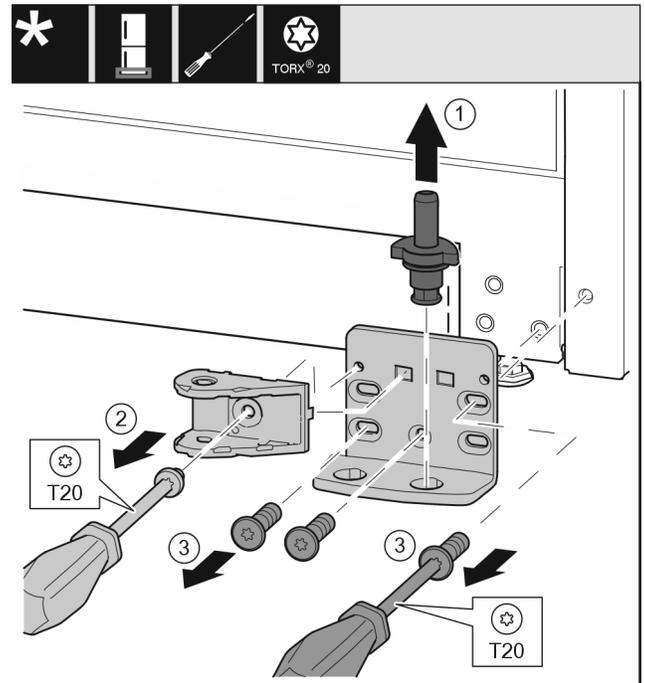

Fig. 32 \*
- ▶ Retirer entièrement l'axe de palier Fig. 32 (1) par le haut.\*
- ▶ Desserrer la vis Fig. 32 (2) avec un tournevis et retirer la liaison de l'amortisseur de fermeture.
- ▶ Desserrer les vis Fig. 32 (3) avec un tournevis et retirer le support de palier.\*